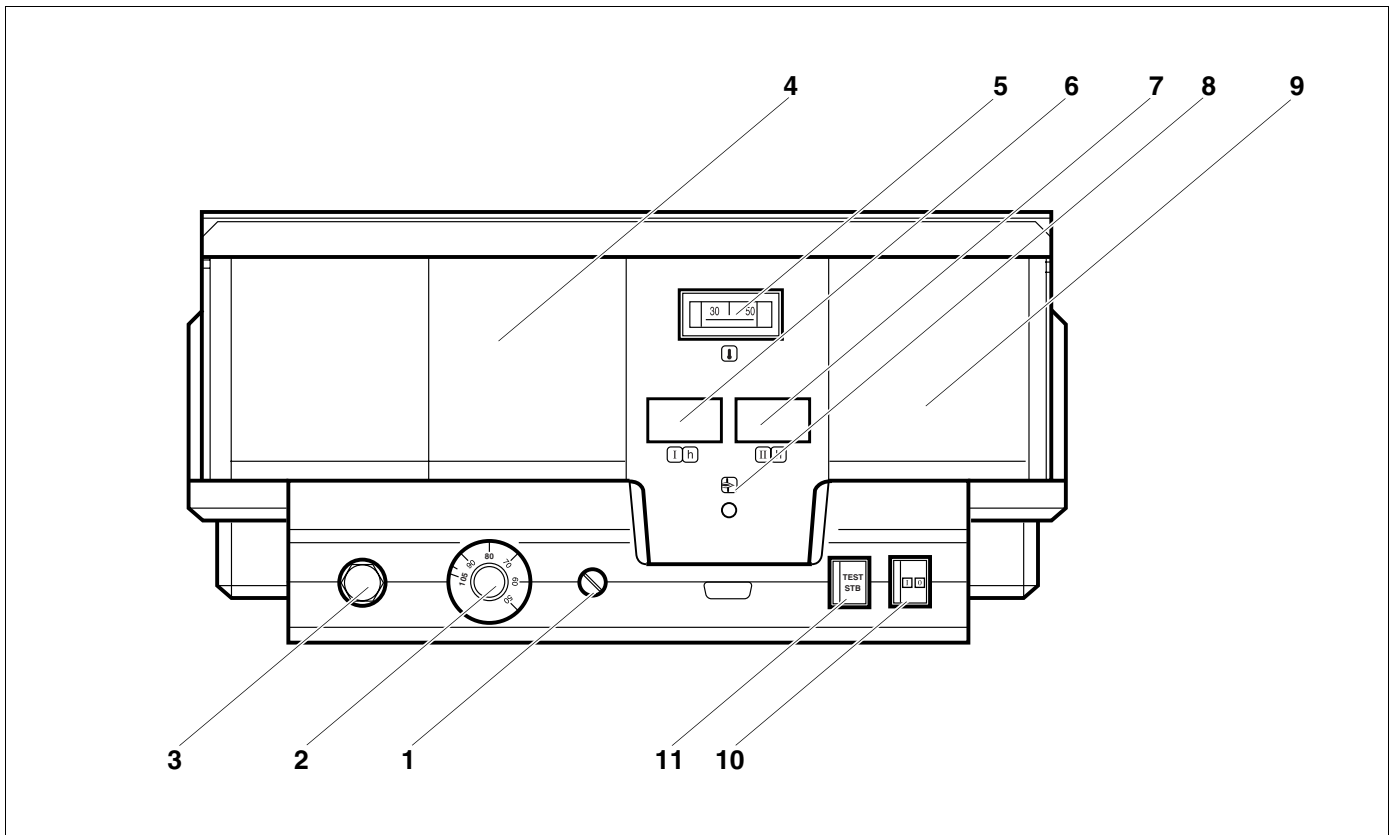
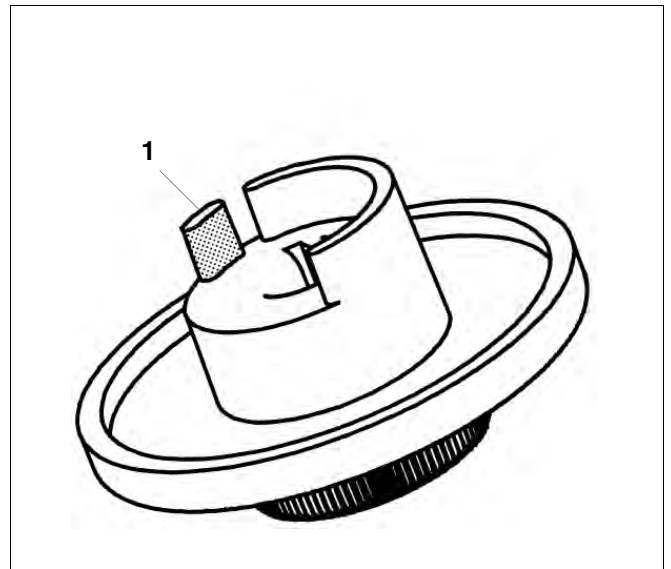

Fig. 1 Elementi di servizio del regolatore Logamatic 4212
Fig. 5 Pomello di taratura
*Legenda per Fig. 1*
Se la caldaia è equipaggiata con un modulo funzione di esercizio caldaia ZM 427 oppure con una regolazione esterna, il regolatore della temperatura di acqua caldaia (fig. 1, **pos. 2**) deve essere impostato su almeno 80 °C.
Il regolatore di temperatura acqua caldaia (fig. 1, **pos. 2**) è un termostato di regolazione TR a due uscite per bruciatori bistadio.
Se la spia di anomalia bruciatore è accesa (fig. 1, **pos. 8**), avvisare la Vs ditta termotecnica specializzata per rimuovere l'anomalia.
Il tasto STB (fig. 1, **pos. 11**) è da usarsi per la verifica del limitatore di sicurezza di temperatura (fig. 1, **pos. 3**) da parte della ditta di riscaldamento.
- Premere il tasto STB (fig. 1, **pos. 11**) e tenerlo premuto fino a che il limitatore di sicurezza di temperatura STB (fig. 1, **pos. 3**) non sia attivato.
- Per il riarmo del limitatore di sicurezza di temperatura (fig. 1, **pos. 3**) occorre svitare il dado a cappello dell'STB e premere il pulsante di riarmo che si trova sotto.
- Estrarre il pomello di taratura (fig. 5) del regolatore di temperatura acqua caldaia (fig. 1, **pos. 2**).
- rompere la camma di arresto (fig. 5, **pos. 1**).
- Innestare nuovamente il pomello di taratura sul regolatore di temperatura acqua caldaia (fig. 1, **pos. 2**).